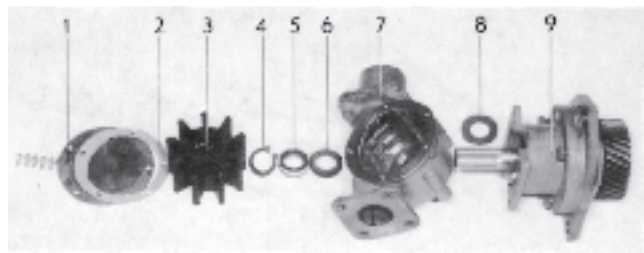

Fig. 139 Pompe à eau de mer
4. Poser la nouvelle bague céramique (6, figure 139) dans le corps de pompe, capot caoutchouc tourné vers le bas.